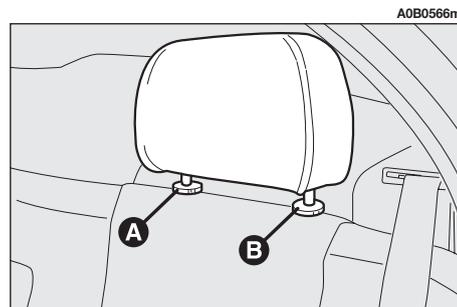

fig. 31
- premere entrambi i pulsanti (**A e B-fig. 31**) e rimuovere i poggiatesta.